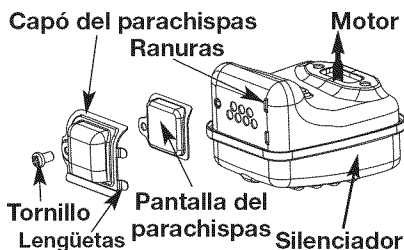

Fig. 18
2. Localice el silenciador, pero no lo quite. Busque el tornillo en la parte inferior del silenciador (Fig. 18). Quite el tornillo usando una llave torx No. 20 o un destornillador plano.